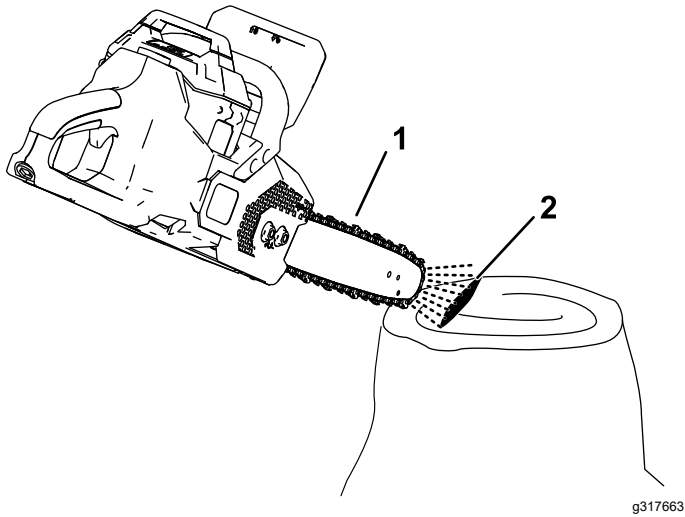

Figura 26
2. Per accertarvi che l'olio fluisca verso la catena, puntate la punta della motosega a pochi pollici da una superficie (per esempio, carta, cartone, un ceppo) e azionate la motosega; dovrete essere in grado di vedere un leggero zampillo di olio sulla superficie (Figura 26).